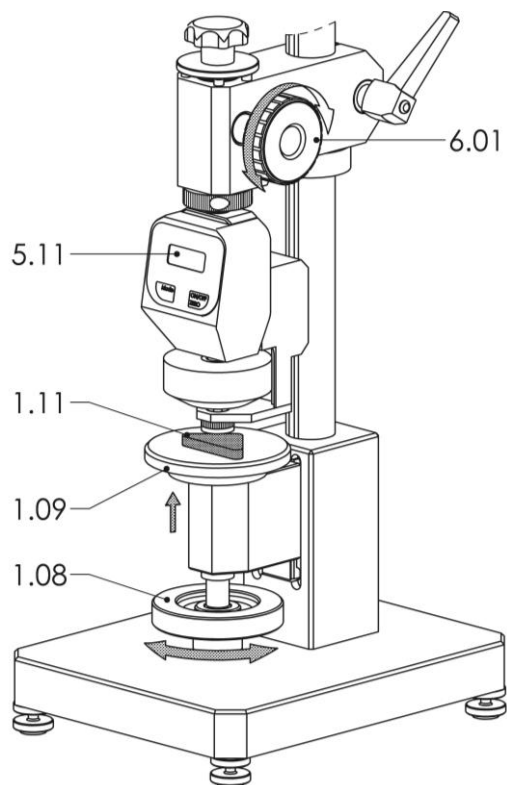

РИС. 15 ИСПЫТАНИЕ НА ТВЕРДОСТЬ
- Переместите опорный столик (1.09,Рис.15) осторожно вверх с помощью маховика (1.08,Рис.15), пока на дисплее (5.11,Рис.15) не появится "100.0" (исходная позиция измерений).
Показание "100.0" коротко вспыхнет и прозвучит сигнал. Подождите, пока "100.0" не остановится, прежде чем опускать нагрузочный рычаг (6.01,Рис.15). Иначе измерение начнется некорректно.
- Поверните маховик (6.01,Рис.15) вперед до упора.
Дисплей горит (5.11,Рис.15) пока не истечет время испытания.
Затем на дисплее (5.11,Рис.15) отобразится полученное значение, в то же время звучит долгий сигнал и полученное значение передается на компьютер через интерфейс RS 232.
- Поверните маховик (6.01,Рис.15) обратно до верхнего упора в исходное положение.
- Опустите опорный столик (1.09, Рис. 15) маховиком (1.08, Рис. 15), чтобы образец (1.11, Рис. 15) лежал свободно.